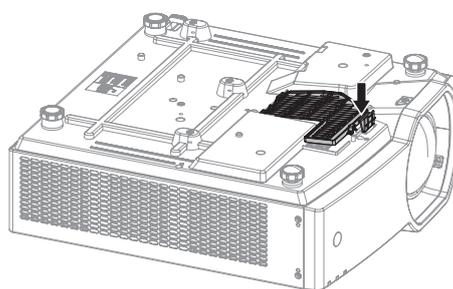

Fig. 2
- Premere la griglia di aspirazione dell'aria come indicato nella Fig. 2 in modo che scatti in posizione.